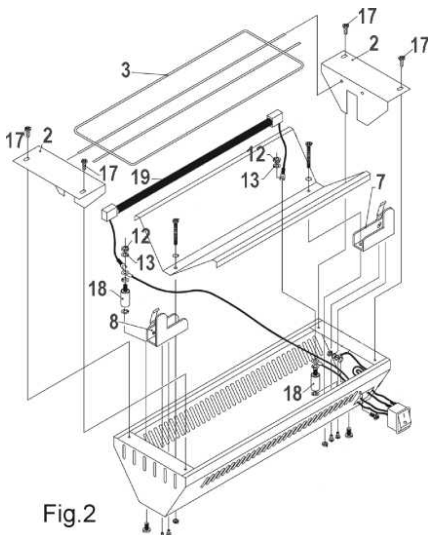

Fig.2
Wichtig: Sofern Sie den Lampenwechsel nicht selbst vornehmen möchten, wenden Sie sich an einen qualifizierten Elektriker. Lampenwechsel (Abb.2). Der TW-HL35 ist mit Lampen vormontiert geliefert, gehen Sie folgendermaßen vor, wenn Ersatzlampen erforderlich sind; Sicherstellen, dass die Stromversorgung getrennt ist. Entfernen Sie die zwei Schrauben (17) Reflektor und die Abdeckung (2), entfernen sie die Abdeckung (3), anschließend Muttern lösen (12). Entfernen Sie nun das andere Ende (2), Muttern lösen (12), die Lampe entfernen (19), vorsichtig die neue Lampe aus der Verpackung nehmen, nur an den Porzellan-Endkappen anfassen. Die Endkappen der Lampe vorsichtig unter den Haltefedern (7 und 8) montieren. Die Gabelklemmen an jedem Ende der Lampe sollte jetzt unter der Unterlegscheibe sitzen (13), Muttern (12) anziehen, um eine gute Verbindung herzustellen. Jetzt montieren Sie alle zuvor entfernten Teile (2) und (3).